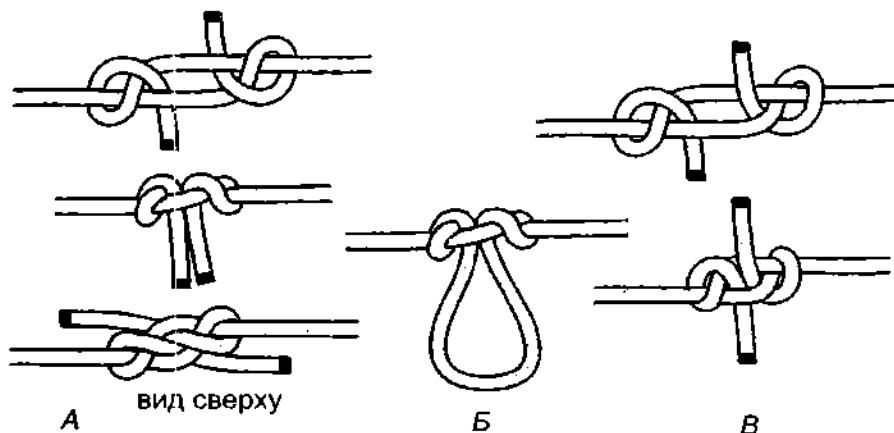

Рис. 771. Упряженый узел: А – ходовые концы выходят из очка с одной стороны; Б – упряженная петля; В – ходовые концы выходят с разных сторон.
**Упряженый узел** представляет собой улучшенный **пакетный узел** (рис. 771). У **упряжного узла** ходовые концы могут выходить с разных сторон или с одной стороны (рис. 771 А, В), от этого крепость узла не меняется. **Упряженый узел** используется в тех же случаях, что и **пакетный узел**.